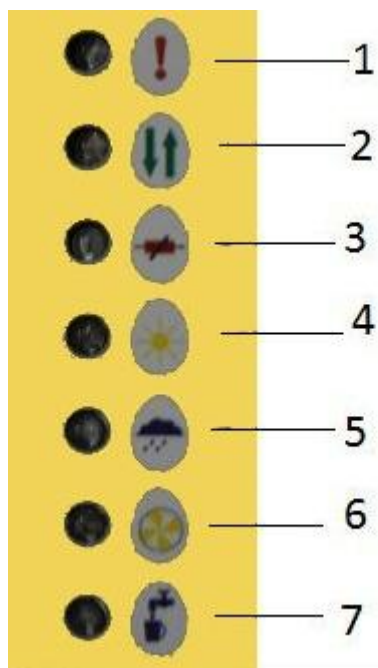

Рис. 5
1. Инкубатор полностью не работает, не включается световой сигнал, не работают двигатели вентилятора и поворота. Не горит лампа «заменить предохранитель» (поз. 3 Рис. 5)	Нет питания.
2. Инкубатор полностью не работает, не включается световой сигнал, не работают двигатели вентилятора и поворота. Горит лампа «заменить предохранитель» (поз. 3 Рис. 5)	Заменить предохранитель.